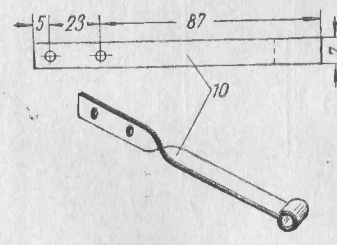

Рис. 5. Рычаг пуска
**Старт-стопный механизм.** Детали старт-стопного механизма выполняются из железных полосок толщиной 2—2,5 мм. Рычаг возврата 9 вырезается в виде фигурной планки с тремя «ступеньками». Верхние края ступенек отгибаются, как показано на рисунке 4. Получаются три небольших упора — верхний, нижний и средний, и сверлятся два отверстия. Второй рычаг 10 — пусковой, вырезается в виде металлической пластинки. С одного конца она завершается в трубку (рис. 5) — образуется отверстие для крепящего винта. Затем рычаг зажимается в тиски, и свободный конец пластинки рычага поворачивается плоскогубцами на 90°. Кроме того, по размерам, указанным на рисунке 6, вырезаются планки 11 и 12 для закрепления оттягивающих пружин рычагов, 13 — для крепления электромагнитного реле, 14 — для установки оси шкива возвратного тросика.